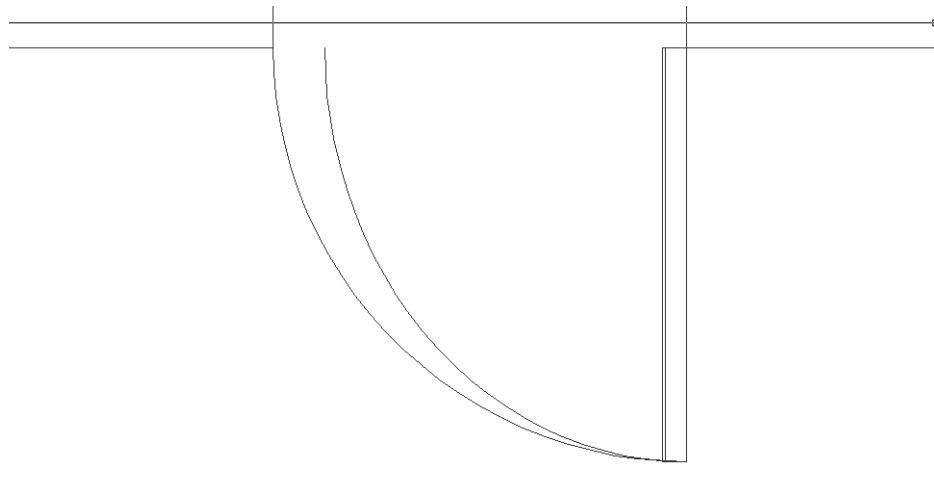

Рис. 7.15 ▶ Оба экземпляра блока **Дверь 700**
6. Увеличьте масштаб изображения так, чтобы хорошо видеть все элементы обоих блоков (рис. 7.15).